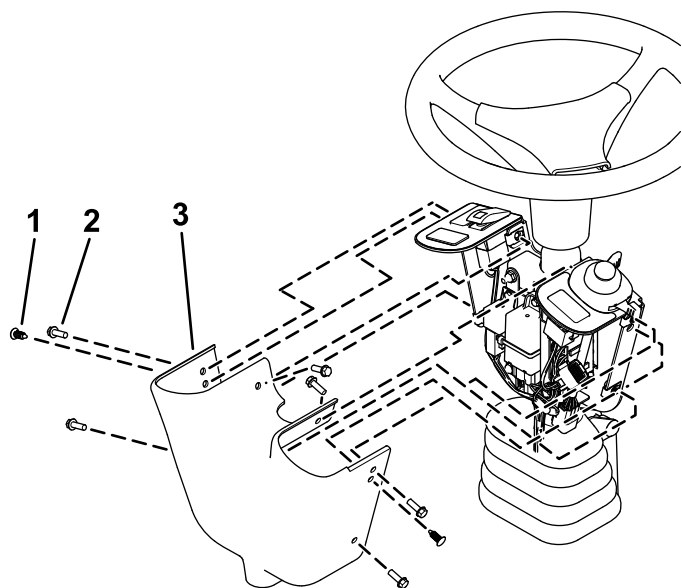

Figure 12
13. Fixez le couvercle de commande sur le support de commutateurs à l'aide de 2 rivets à pression et de 6 vis à tête hexagonale (1/4 x 3/4 po), comme montré à la Figure 12.